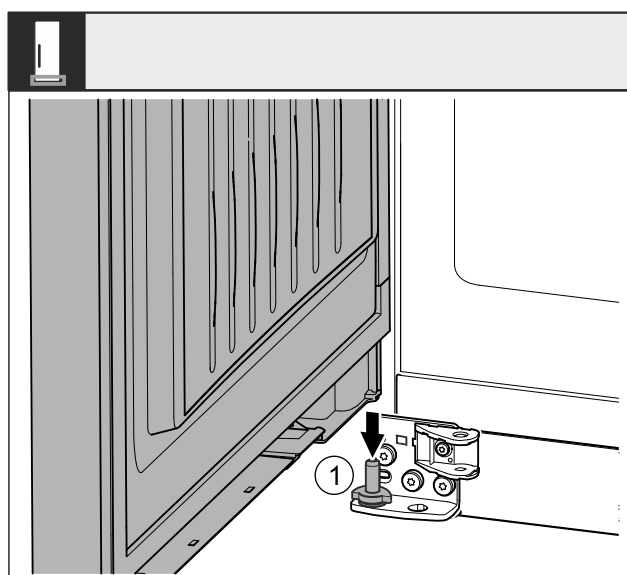

Fig. 42 *
- Pange uks ülaltpoolt alumisele laagripoldile Fig. 42 (1).*